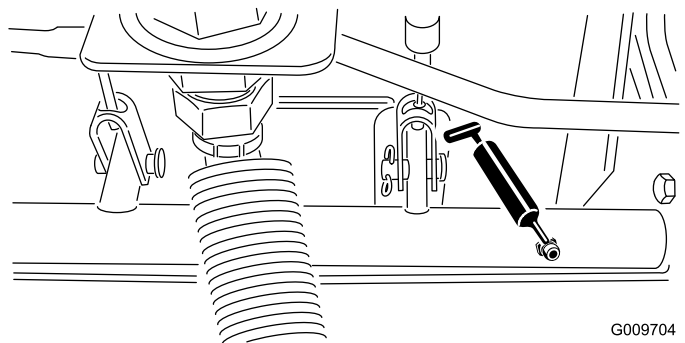

Figura 33
- Cojinetes de pivote de eje de freno (5) tal y como se muestra en la Figura 33